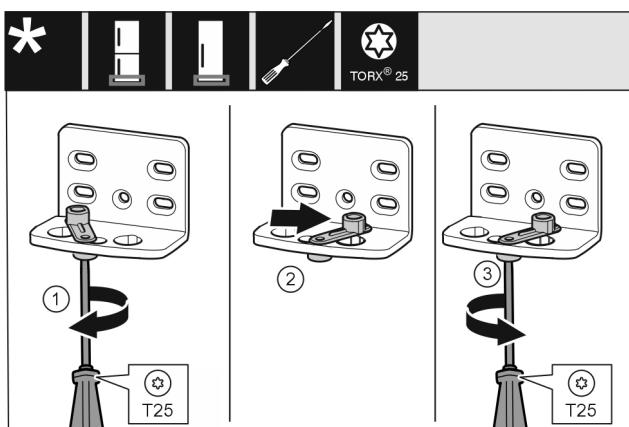

Fig. 17 *
- С отвертка завийте хлабаво винта Fig. 17 (1).*
- Повдигнете помощното приспособление за затваряне Fig. 17 (2) на вратата и го завийте в отвора с 90° надясно.*
- С отвертка затегнете винта Fig. 17 (3).*